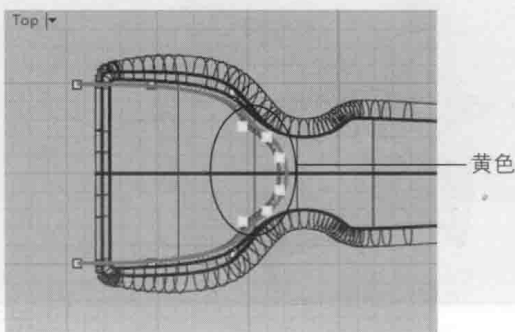

图 5-66 调整曲线的 CV 点
(20) 切换到 Top 视图, 显示复制后曲线的 CV 点。参照图 5-66 所示, 微微水平向左调整图中亮黄显示的 CV 点。